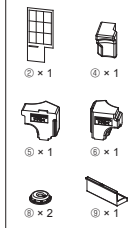

Fig. 4-1
- Antes de poner en funcionamiento la unidad, asegúrese de dejar al descubierto las partes superior y frontal de la carcasa del compresor y de retirar las piezas fijas del compresor. (Fig. 4-1)